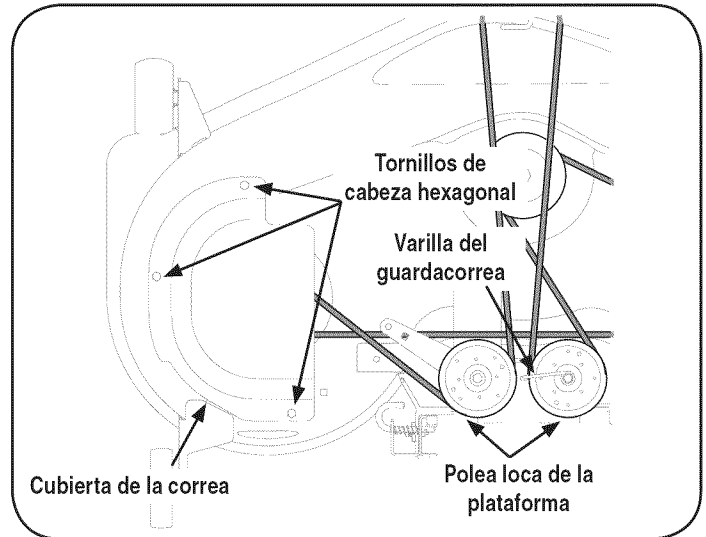

Figura 14
2. Extraiga las cubiertas de la correa de los husillos exteriores sacando los tornillos con arandela hexagonales que las sujetan a la plataforma. Vea la Figura 14.
3. Afloje pero no saque la varilla del guardacorrea de la polea que se encuentra cerca de la parte posterior de la plataforma. Vea la Figura 14.